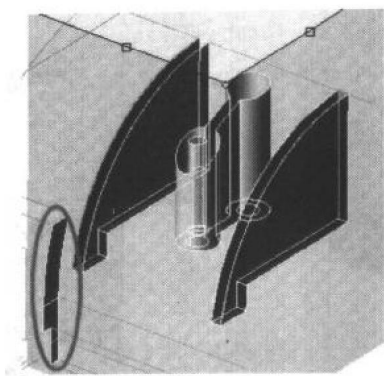

图 1-21
单击鼠标中键确认，选择 Fit To Selection (适当选取) 的图标。请注意将会同时选取图 1-21 中所示的曲面。
(3) 先按住 Shift 键，然后拖动鼠标左键产生一个方框，将如图 1-21 中左下角所标示的曲面包围起来，可以取消对这些曲面的选取。
(4) 单击鼠标中键确认，设定放电区域的长度为“65”，宽度为“75”。
(5) 建立一个铣削区域并设定下列参数：
- ① Blank Height (铣削区域高度) 为“70”。
- ② Clearance (间隙) 为“30”。